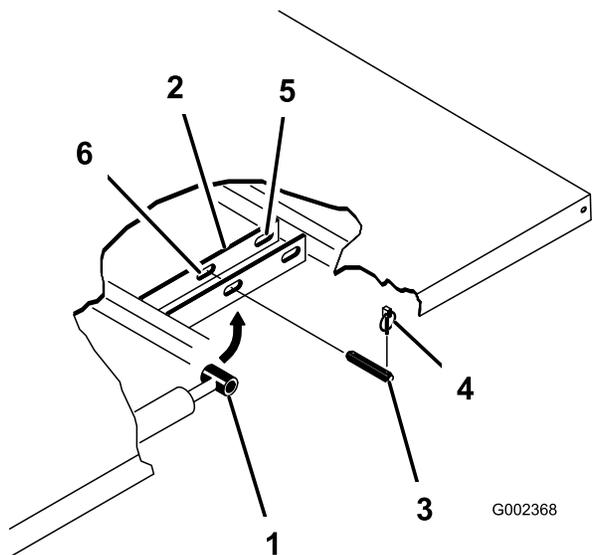

図 32
2. シリンダの外側端部からリンチピンを外す（図 32）。
- シリンダロッドの端部を荷台取り付けプレートのスロットに固定しているクレビスピンを外す(図 32)。
- ピボットブラケットをフレームに固定しているリンチピンとクレビスピンを外す(図 32)。